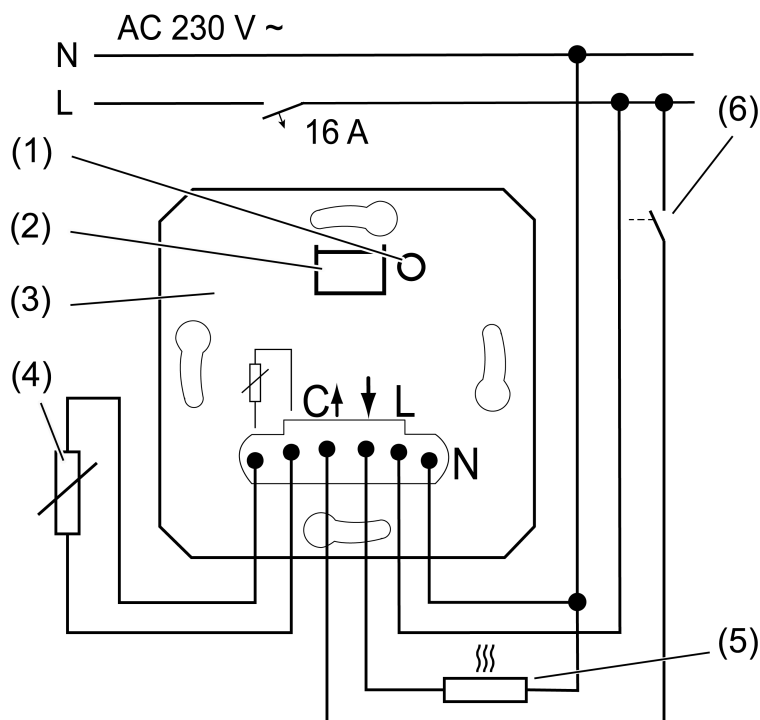
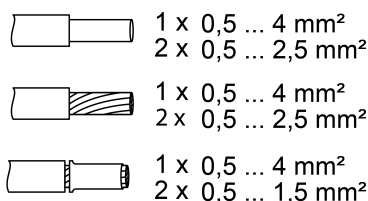

Imagen 1: Ejemplo de conexión del mecanismo de control
Imagen 2: Sección de línea enchufable
- Conectar el mecanismo de control (3) según el plan de conexiones (Imagen 1). Tenga en cuenta las secciones de cable conectables por apriete (Imagen 2).
- Conectar sensor remoto externo opcional (4) (accesorio).
- i** Pulsando brevemente la tecla **TEST** (1) se puede conmutar la carga. Si la carga está conectada, el LED (2) se ilumina.